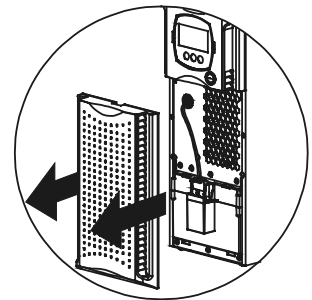

Bild 6-1
1. Der Batterieblock befindet sich hinter der Frontplatte der USV. Die Platte mittig anfassen und leicht nach vorne ziehen (siehe Bild 6-1). Hierbei die Befestigungsbolzen der Platte nicht zu stark belasten.